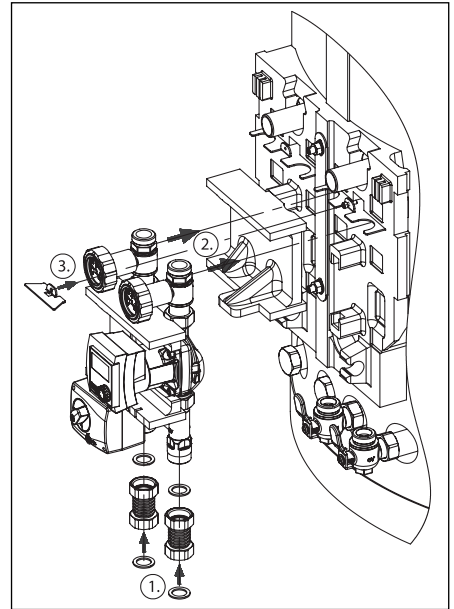

Abb. 10 Montage Heizkreisgruppe
- Metallwellrohr L = 45 mm mit Dichtungen an die Heizkreisgruppe anschließen (Abb. 10 Punkt 1). Anschließend die Gruppe in die Halterung einhängen (Punkt 2), das Sicherungsblech aufsetzen und an der Halterung fixieren (Punkt 3)